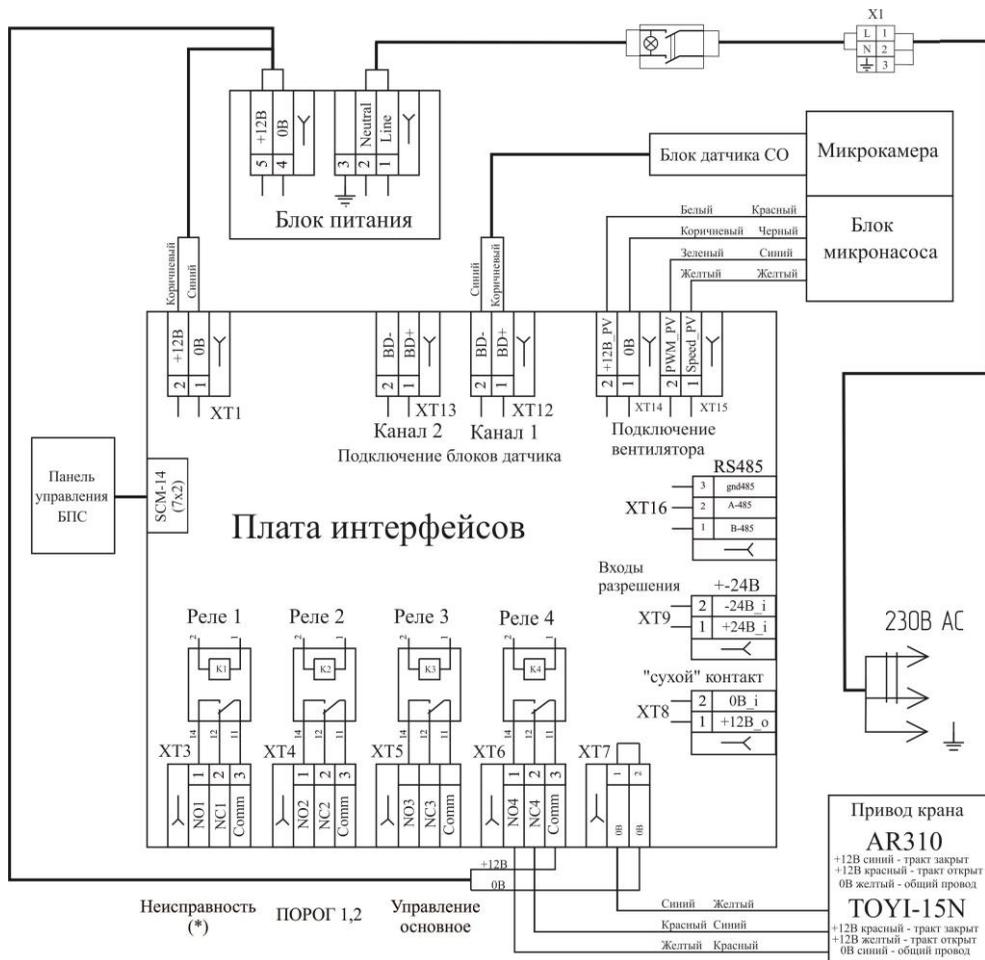

Рисунок 5.3 Монтажная схема БПС ФСТ-07
7.7 БПС ФСТ-07 имеет 3 встроенных силовых реле и гальванически развязанный вход управления +24В, либо вход управления типа “сухой контакт” (используется напряжение встроенного и источника питания). Расположение контактов РЕЛЕ1–РЕЛЕ3 и входа управления БПС ФСТ-07 указаны на монтажной схеме рисунок 5.3. Алгоритмы переключения реле задаются с помощью таблиц управляющих активаторов.